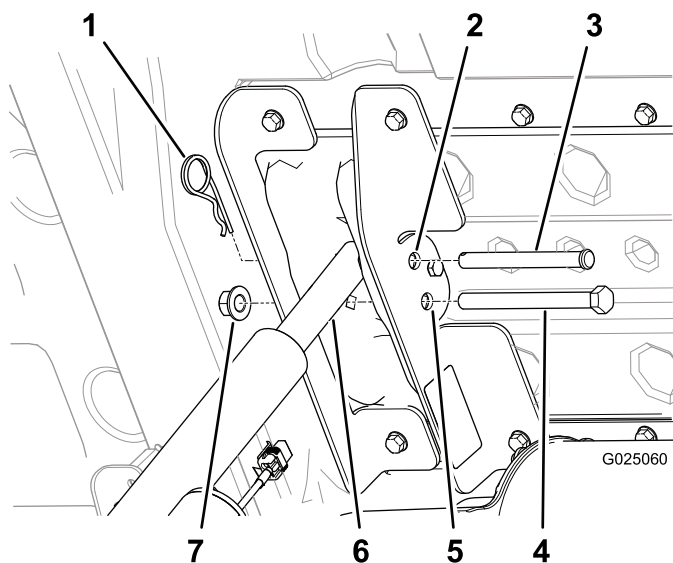

Figura 12
- Premete la paletta superiore dell'interruttore di sollevamento del pianale per allungare l'asta dell'attuatore di sollevamento in modo che il foro nell'asta stessa sia allineato con i fori nella staffa di sollevamento interna ed esterna (Figura 12).
- Fissate l'asta dell'attuatore di sollevamento tra le staffe del pianale con il perno con testa (3-1/2 poll.) e la coppiglia (Figura 12).
- Allineate il bullone a testa esagonale (1/2 x 5-1/2 poll.) con gli altri fori da 13 mm nella staffa del pianale interna ed esterna Figura 12 e fissatelo con un dado (1/2 poll.) in modo che il dado flangiato sia bene inserito.